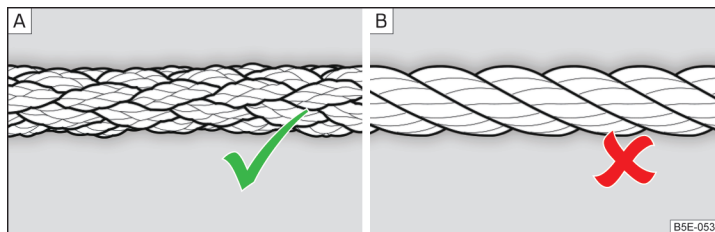

Fig. 328 Cablul de tractare împletit/cablul de tractare înfășurat
Pentru tractarea cu ajutorul unui cablu se va utiliza numai un cablu de tractare din fibre sintetice, împletit » fig. 328 - **A** » **!**.
- La tractare nu utilizați cablu de tractare înfășurat » **fig. 328** - **B**, cârligul de tractare s-ar putea desface la autovehicul - există pericol de accident.